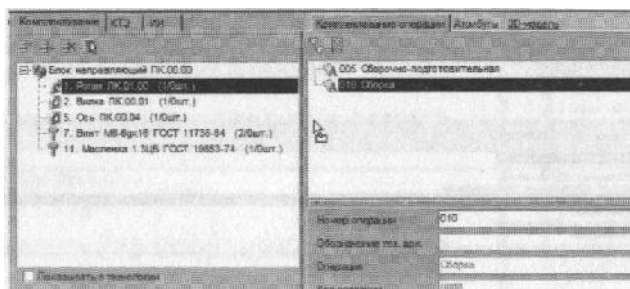

Рисунок 107
27. Откройте вкладку **Комплектование операции** рядом с окном дерева комплектования. Установив курсор в дереве комплектования на сборочной единице *1. Ролик*, нажмите левую кнопку мыши и, не отпуская ее, перетащите сборочную единицу на название операции *010 Сборка* на вкладке **Комплектование операции** (рис. 107). Отпустите кнопку мыши.